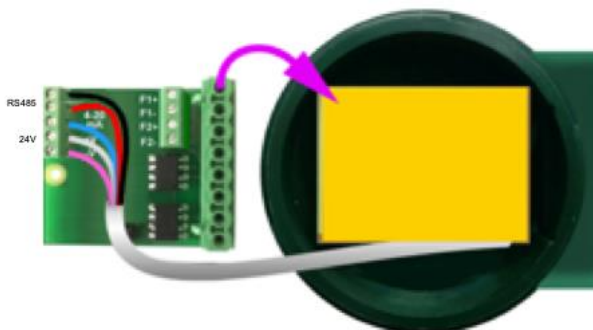

Рисунок 7. Подключение расходомера с адаптером RS-485
- Выкрутив фиксирующий винт, аккуратно снять с внутреннего разъема адаптер RS485 и перевернуть его клеммниками наружу, как показано на рис. 7.